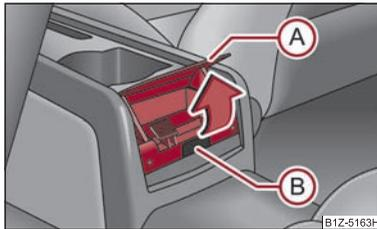

Fig. 84 Console centrale basse: Cendrier AR
- Saisissez le couvercle du cendrier par le bord inférieur (A) et ouvrez-le dans le sens de la flèche ⇒ fig. 84.